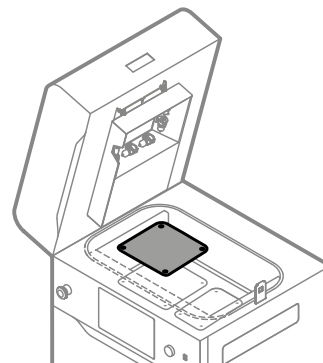

Abb. 12.35 Entferne die Abdeckung des Feed Beds.
16. Entferne die Abdeckung des Feed Beds. Du kannst den Metallspatel (von Dedicated Powder Tools) verwenden, um die Abdeckung aufzuhebeln und zu entfernen (Abb. 12.35).